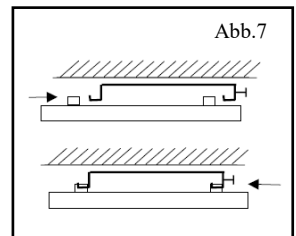

Abb. 7
- Die Platte in den Montagerahmen einstecken **und mit beige-fügender Schraube sichern (Abb. 7)!**